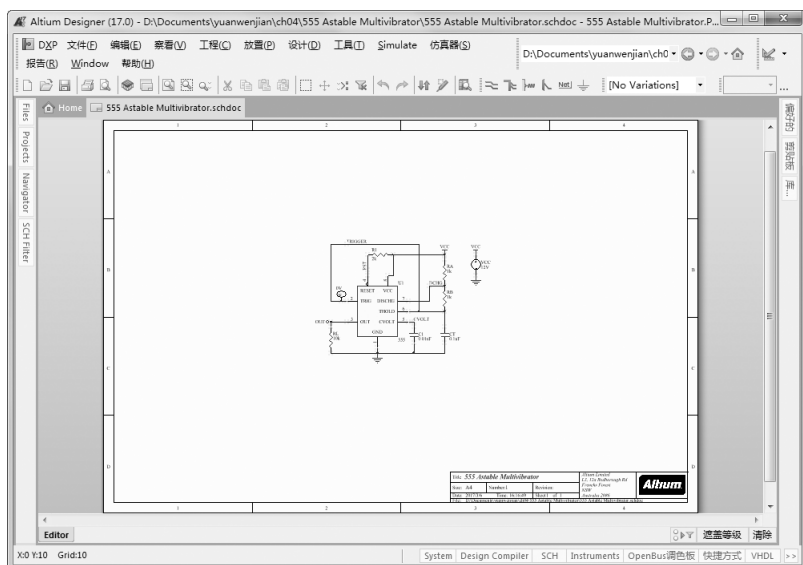

图 4-2 显示整张电路图
(1) 适合文件：适合整个电路图。该命令把整张电路图缩放在窗口中，如图 4-2 所示。